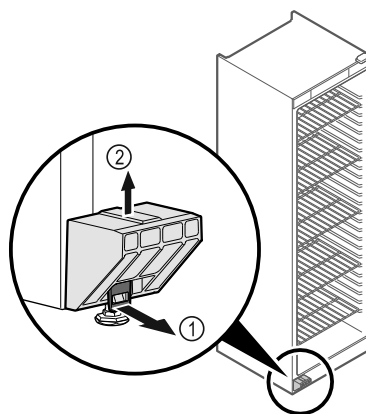

Fig. 4
- Beugel Fig. 4 (1) naar voren trekken.
- Transportbeveiliging Fig. 4 (2) naar boven toe lostrekken.